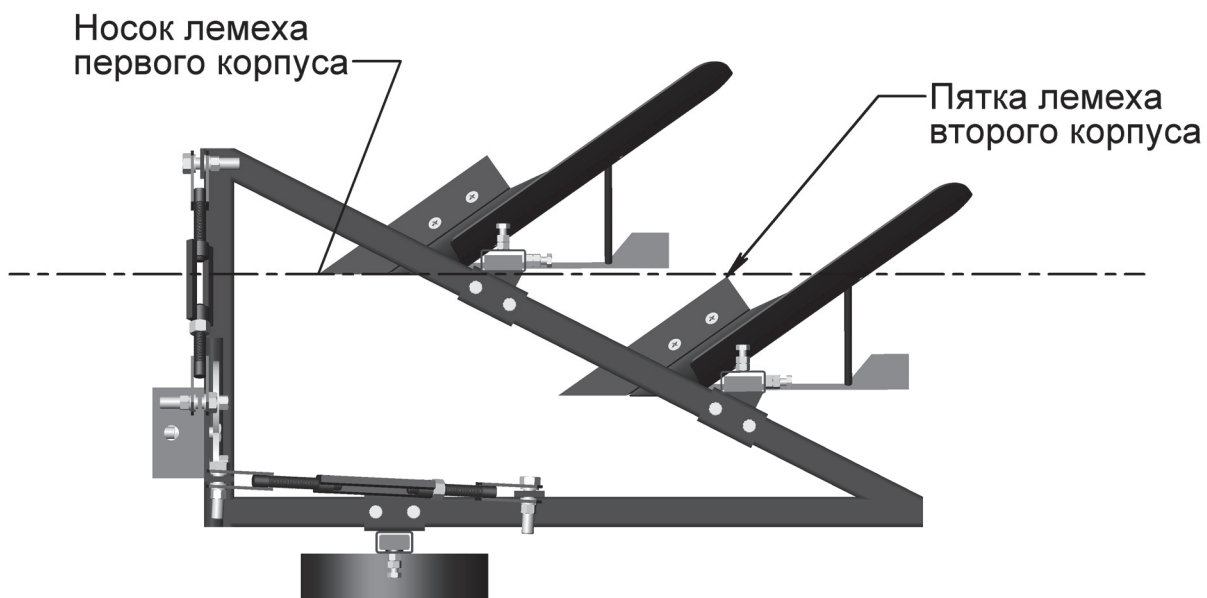

Рис. 5. Настройка двухкорпусных плугов
5. Для двухкорпусного плуга PL-225 необходимо настроить расположение корпусов таким образом, чтобы пятка лемеха второго корпуса находилась на одной оси с носком лемеха первого корпуса (рис. 5).